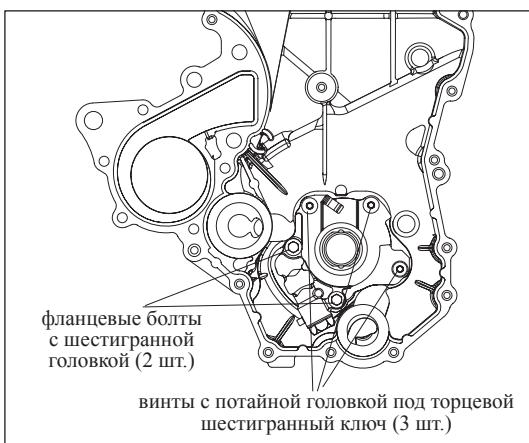
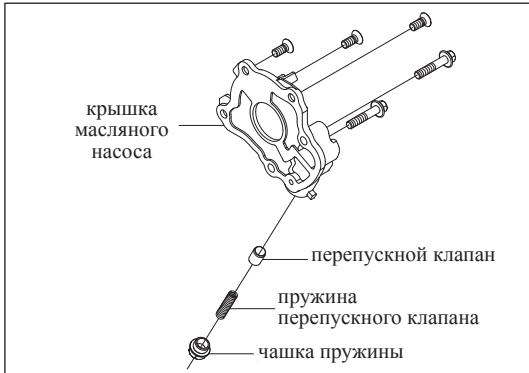

Рис. 11-4-3. Снятие крышки масляного насоса
Рис. 11-4-4. Снятие перепускного клапана
- (5) Снятие крышки масляного насоса
- a) Открутить 2 фланцевых болта (M6×30) и 3 винта с потайными головками (M6×14), как изображено на рис. 11-4-3.
(6) Снятие перепускного клапана
- b) Извлечь пружину перепускного клапана и снять сам клапан, как изображено на рис. 11-4-4.